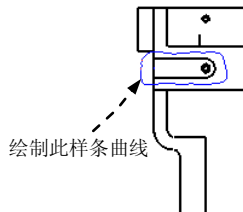

图 11.2.22 绘制剖视图的边界线
② 在系统  在当前视图上草绘样条来定义外部边界。的提示下, 直接绘制图 11.2.22 所示的样条曲线来定义部分视图的边界, 然后单击 **确定** 按钮。